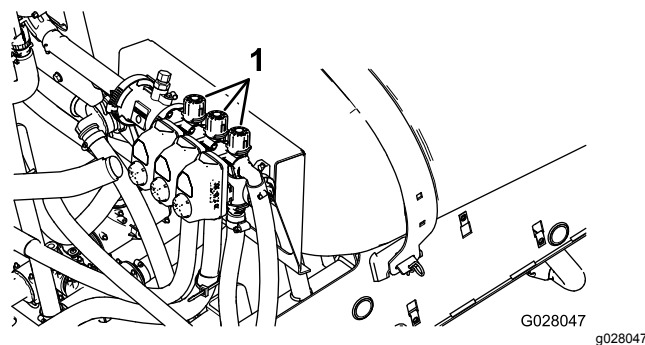

Figura 22
- Desactive la sección izquierda y ajuste el mando de desvío de la sección (Figura 22) hasta que la presión marcada coincida con el valor previamente ajustado (típicamente 2,75 bar).
- Ajuste el mando de desvío de la sección derecha (Figura 22) hasta que la presión
6. Ajuste el mando de desvío de la sección central (Figura 22) hasta que la presión marcada coincida con el valor previamente ajustado (típicamente 2,75 bar).